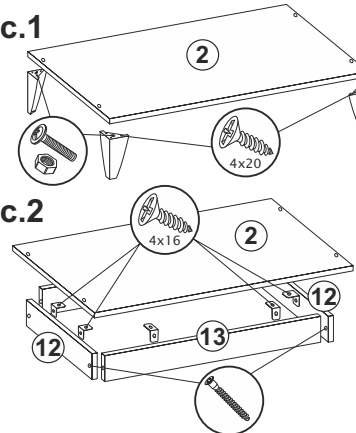

Рис.2
- Если у Вас шкаф на подиуме, то гвоздями 2x20 прибить подпятники к стяжкам (12,13). Соединить стяжки (12,13) еврошурупами и прикрутить подиум к нижней крыше (2) (по центру: 50 мм от каждого края крыши до подиума) с помощью уголков 20x20 и шурупов 4x16 (рис.2).